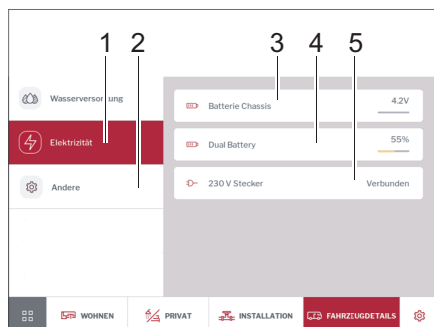

Fig. 290 Electricidad y temperatura interior
- Tocar en la opción *Electricidad* (Fig. 290,1).
Se muestra el voltaje de la batería del vehículo (Fig. 290,3), el estado de carga de la batería de motor en % o la tensión de carga de la batería AGM en voltios (Fig. 290,4) y el estado de la alimentación de 230 V (Fig. 290,5).
- Tocar en la opción *Otros* (Fig. 290,2).